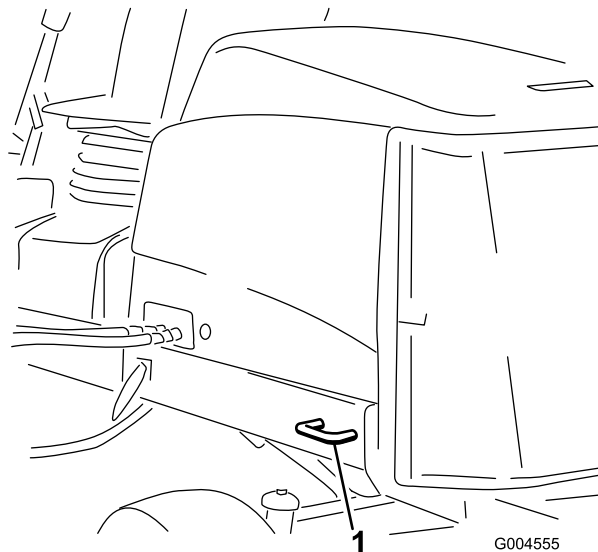

Figura 42
- Posteriori – Ogni lato della macchina sul telaio posteriore (Figura 42).